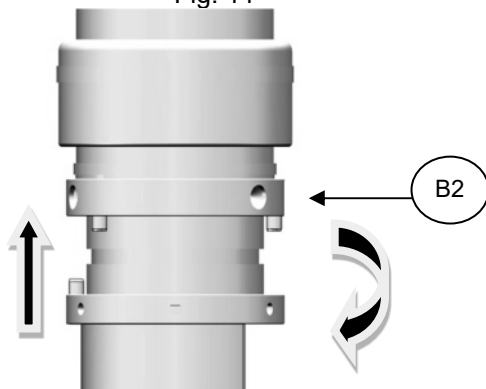

Fig. 13
12. Si quisiéramos modificar el giro del brazo entre topes, antes de ajustar los tornillos (prisioneros M3), giramos hasta uno de los tope y luego sujetando Brida de Giro **B2**, levantamos 2cts. el brazo y en el mismo sentido giramos unos 15° más aproximadamente y así entramos en el otro sector, luego bajamos el brazo y lo ajustamos como en el punto 12. (Fig.13)